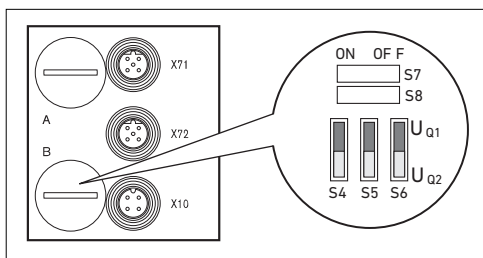

Fig. 9: Interruttori S4, S5, S6 per l'assegnazione delle tensioni di alimentazione delle valvole (U_{Q1}, U_{Q2})
Gli interruttori S4, S5 e S6 per l'assegnazione dell'alimentazione delle valvole si trovano al di sotto del passacavo PG **B** (ved. Fig. 9). Ad ogni interruttore sono assegnate:
1. Aprire il tappo di protezione inferiore B (ved. Fig. 9 a pagina 242).
2. Servendosi degli interruttori S4, S5 ed S6, assegnare ad ogni gruppo valvola una delle tensioni di alimentazione Uq1 o Uq2 (ved. Fig. 9 a pagina 242 e Tab. 10).